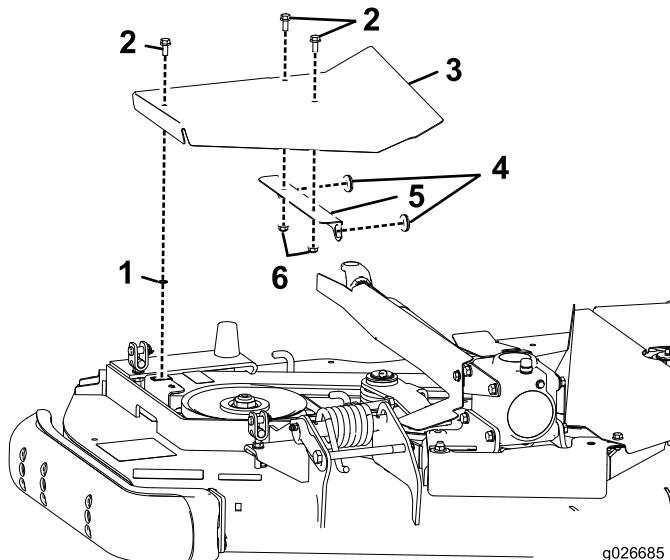

Figure 11
1. Insérez une bague dans chacun des 2 trous du support de couvercle (Figure 11).
2. Montez le support sur le couvercle droit du plateau au moyen de 2 vis à embase hexagonale et écrous à embase (Figure 11).
3. Montez la vis à embase hexagonale et l'écrou pousoir sur le couvercle (Figure 11).
5. Fixez le couvercle à l'écrou de retenue existant du plateau au moyen de la vis à embase hexagonale montée précédemment (Figure 11).